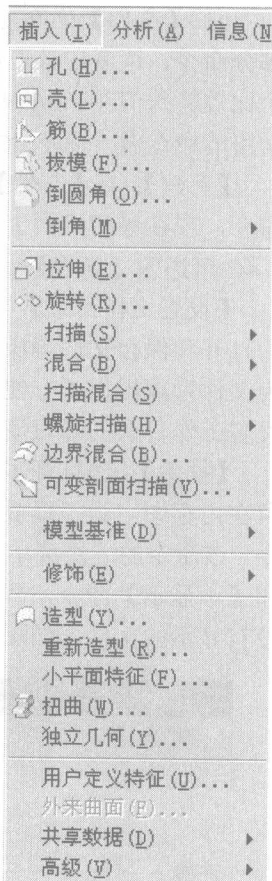

图 1-6 插入菜单
(4) 【插入】菜单。Pro/ENGINEER Wildfire 3.0 将模型的创建流程,如长方形、挖孔、倒角、圆角、剪切等操作作为特征,该菜单的主要作用是插入特征。在不同的模块下,其菜单中的命令不尽相同,零件模块下的【插入】菜单如图 1-6 所示。该菜单也包含了很多以前出现在菜单管理器中的命令。